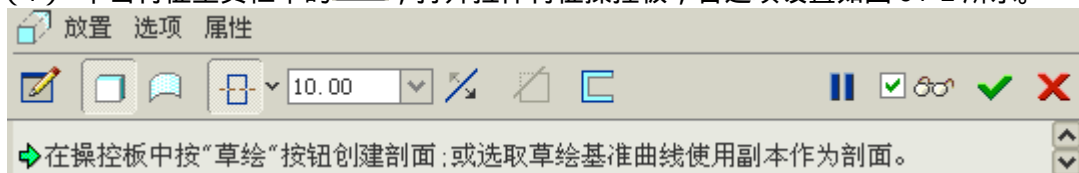

图 54-2
- (1) 单击特征工具栏中的 ，打开拉伸特征操控板，各选项设置如图 54-2 所示。